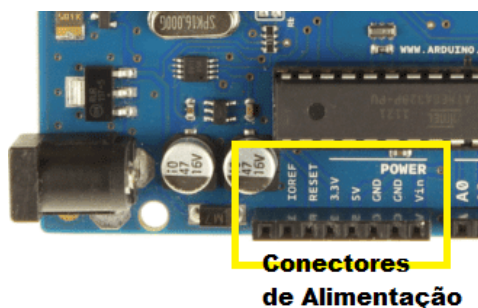

Figura 05 – Alimentação do Arduino
- **Conectores de alimentação:** para conexão de shields e módulos na placa Arduino UNO, figura 05.